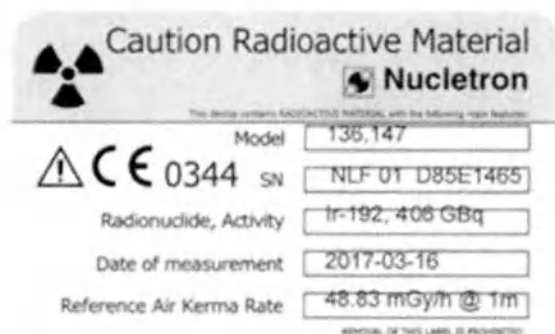

Рис. 2. Этикетка с данными источника
- этикетки, которую необходимо наклеить на облучающий аппарат после загрузки нового источника, содержащей данные источника (см. **Рис. 2**);